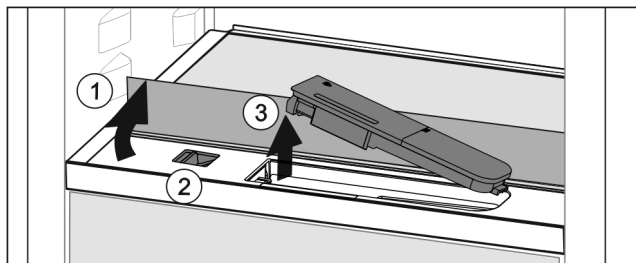

Fig. 150
- ▶ Steklenu ploščico dvignite in jo sklopite nazaj do omejevalnika Fig. 150 (1).
- ▶ Drsni Fig. 150 (2) potisnite v levo.
- ▶ Odstranite rezervoar za vodo Fig. 150 (3).